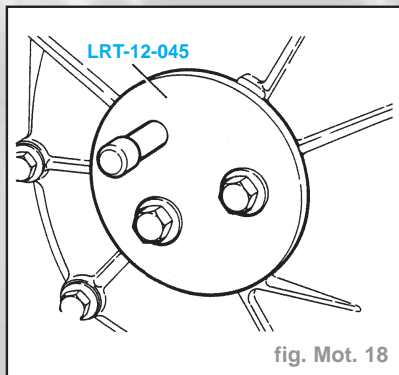

fig. Mot. 18
- Poser l'outil d'immobilisation de pignon **LRT-12-045** avec la rondelle de **8 mm**, de **1,5 à 2 mm** d'épaisseur, sous chaque tête de boulon, en plus de la rondelle existante (Fig. Mot. 18).